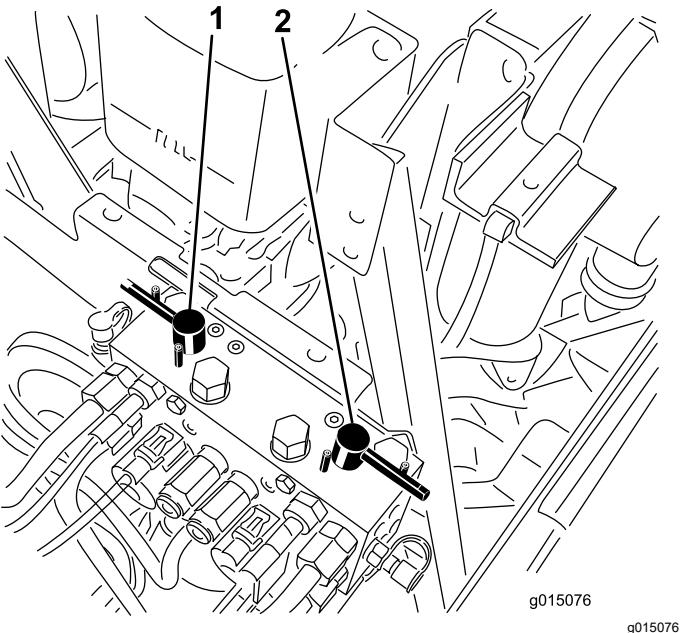

Figura 122
4. Seleccione la palanca de autoafilado correspondiente a los molinetes que desea autoafilurar: delanteros, traseros o ambos (Figura 122).